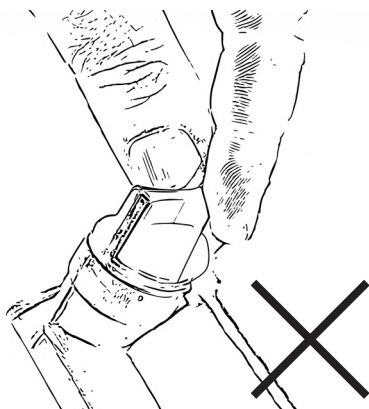

Figure 4
Ne jamais tourner le bouchon de remplissage d'huile avec la jauge connectée dans le filetage lors de la lecture du niveau d'huile. Cela conduit à un résultat de mesure erroné, fig. 4.
- Plongez complètement la jauge dans l'huile. Ne vissez **jamais** la jauge dans le filetage, fig. 4.